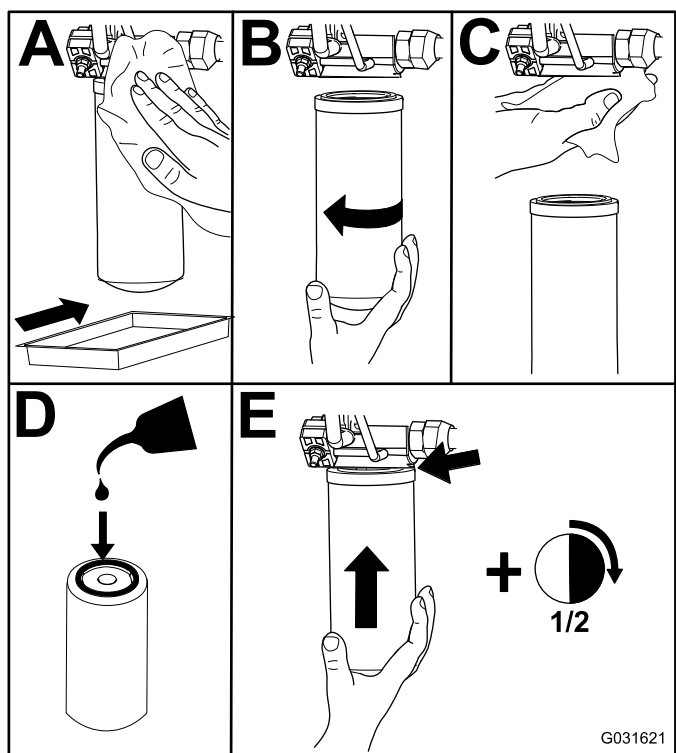

Figura 106
2. Substitua os filtros hidráulicos (Figura 106).